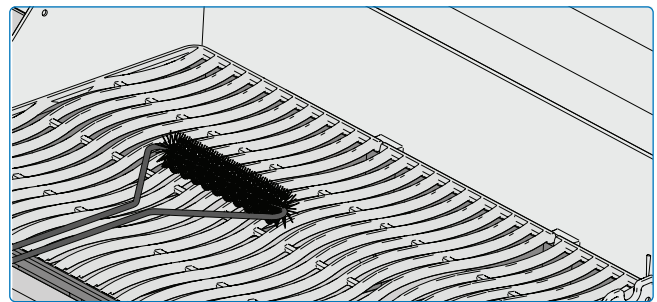

Fig. 18
- Pour nettoyer, préchauffez le gril et utilisez une brosse métallique pour éliminer les résidus alimentaires (**Fig. 18, 19, 20**).